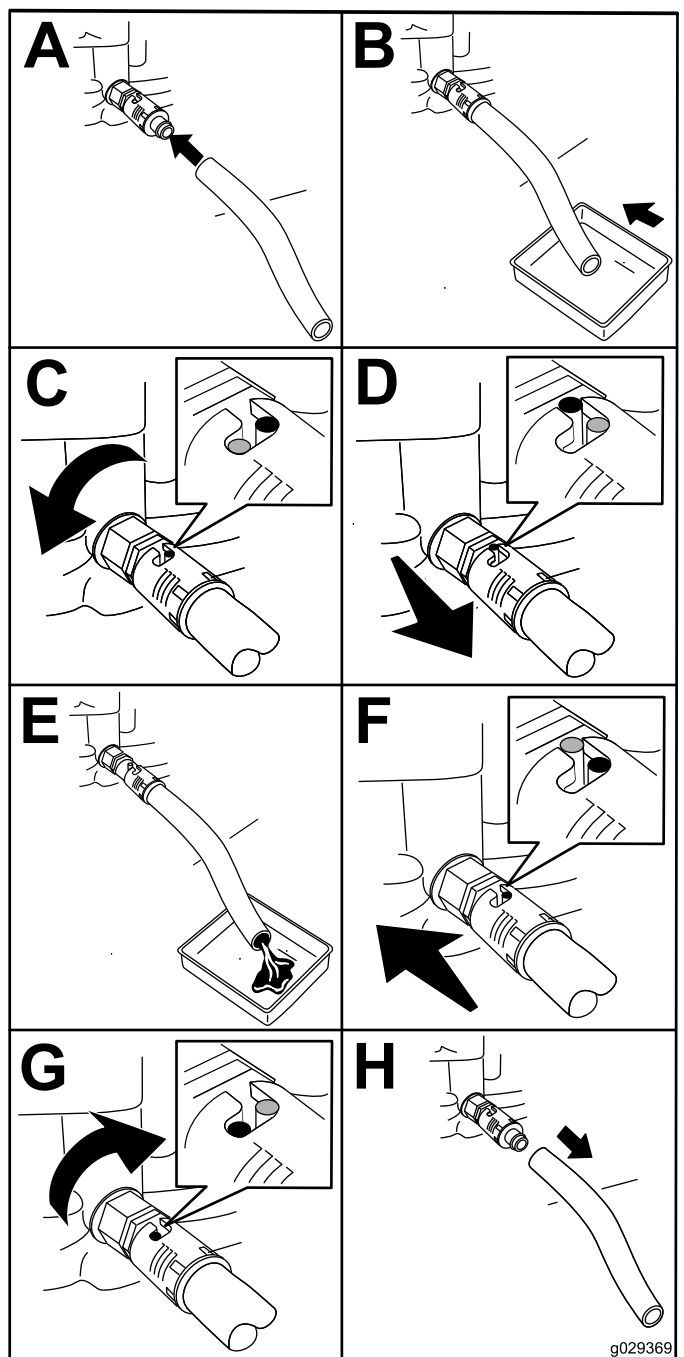

Figura 30
1. Montai furtunul de golire la robinetul de evacuare (Figura 30).
2. Aezai celălalt capăt al furtunului (Figura 30) într-o tavă de golire cu volumul de 1 l.
3. Rotii robinetul de evacuare a uleiului cu $\frac{1}{4}$ de tură în sens invers acelor de ceasornic i lăsa-i uleiul de motor să se scurgă complet (Figura 30).
4. Rotii robinetul de evacuare a uleiului cu $\frac{1}{4}$ de tură în sensul acelor de ceasornic pentru a-l închide (Figura 30).
5. Îndepărtai furtunul de golire (Figura 30) i tergei uleiul vărsat.